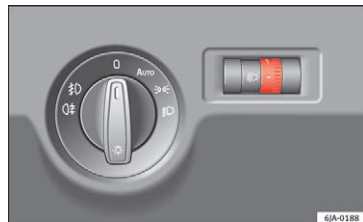

Fig. 129 Kombiinstrument: lyslængderegulering
– Drej regulatoren »» **Fig. 129**, indtil den ønskede lyslængde for forlygterne opnås.